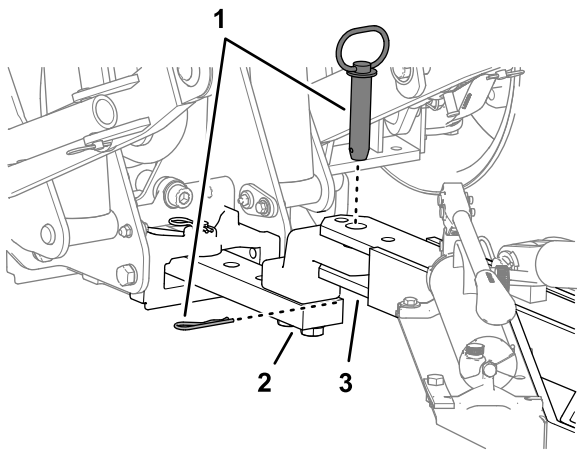

図 13
7. エアレータのトンクをトラクションユニットの牽引バーに合わせ、トラクションユニットの金具でエアレータを固定する 図 13。